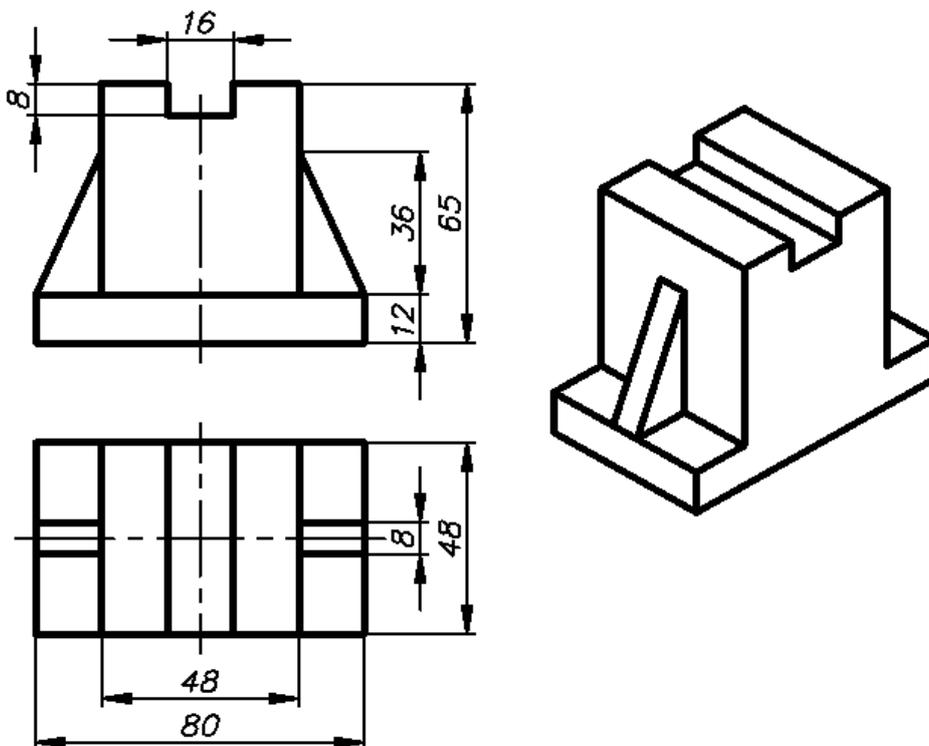
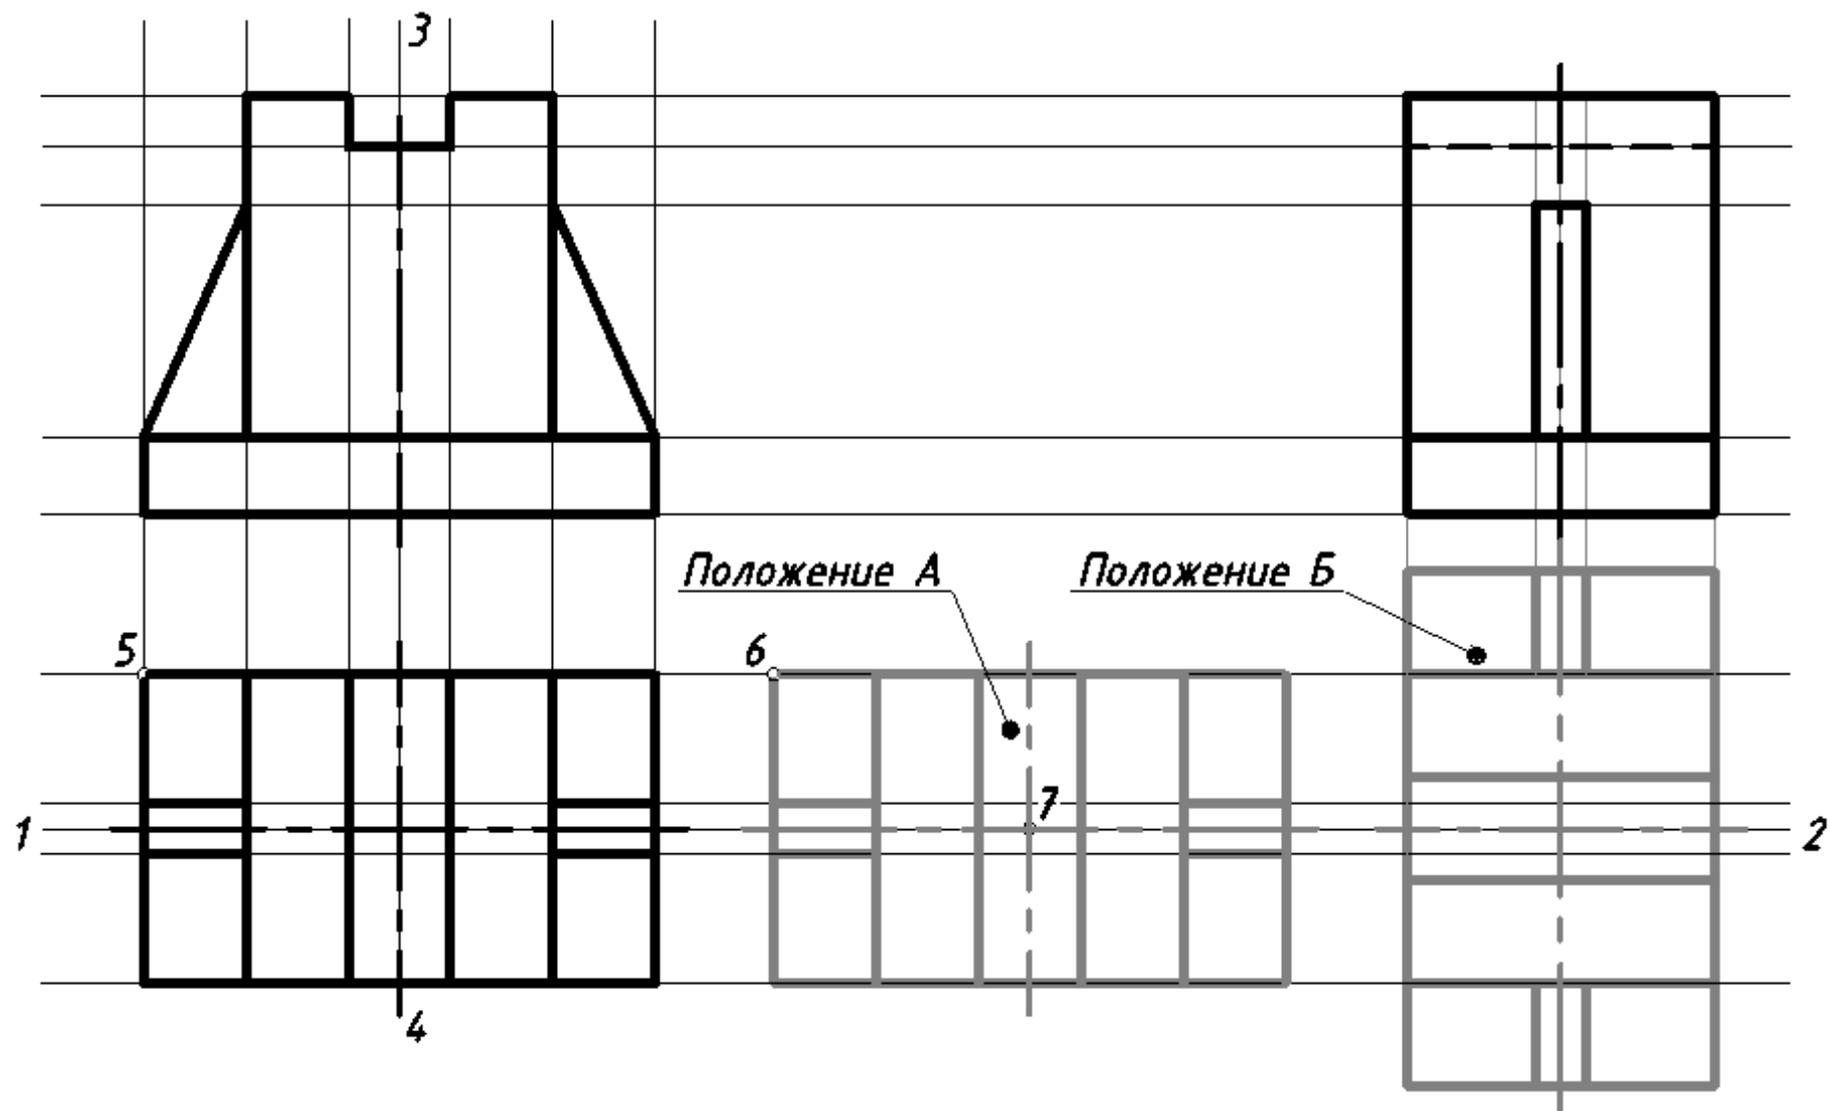

Рис. 4.5. Исходные данные к упражнению
Рис. 4.6. Вспомогательные построения к упражнению
Упражнение 1. Построить 3 проекции детали «Стойка» (рис. 4.5, рис. 4.6)
3.1. Командой *Отрезок (Line)* проведем горизонтальную линию 1–2 и вертикальную линию 3–4 произвольной длины, но не менее ширины заданного формата (рис. 4.6). Горизонтальные и вертикальные линии удобно проводить в режиме ОРТО (ORTHO) (соответствующая кнопка в строке состояния или клавиша <F8>).
3.2. При помощи команды *Подобие (Offset)* создадим вспомогательную сетку (рис. 4.6) в соответствии с размерами, данными на рис. 4.5.